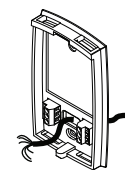

Figura 2
- 5 Pasar los cables por la gran abertura situada en el centro de la parte inferior de la placa mural, según se muestra en la figura 2.